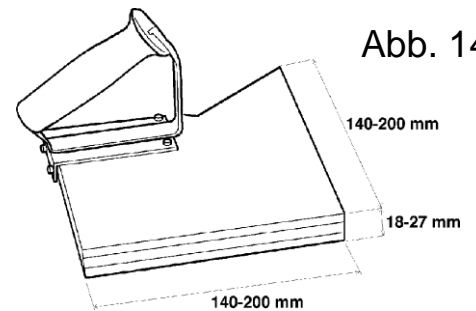
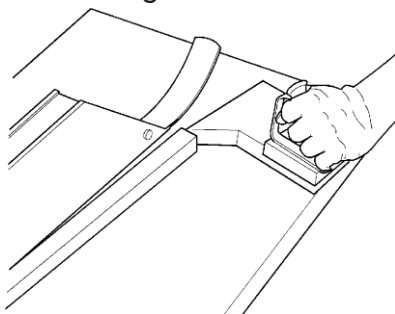

Abb. 14
Abb. 15
- **Mit dem Querschieber** (Abb. 14, Abb. 15) können Sie schmale Werkstücke gegen den Anschlag führen. Darüber hinaus sollte die Spitze des Querschiebers verwendet werden, um kleine Schnittreste in der Nähe des Sägeblatts zu entfernen.